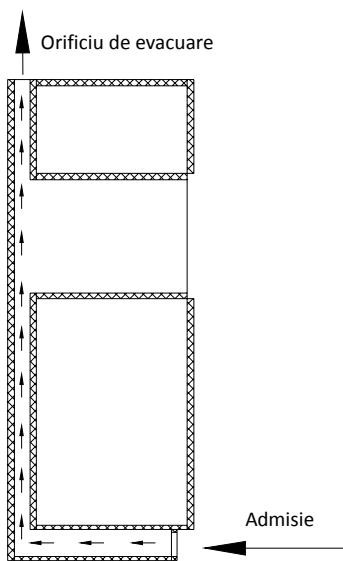

Fig 7
h) Circulația aerului trebuie să fie cea indicată în Fig. 7.